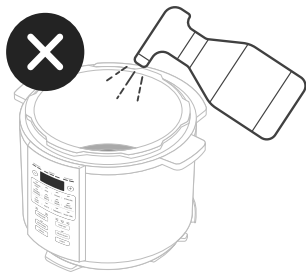

Figura 10.1
- **No** rocíe agua dentro de la olla. **[Figura 10.1]**